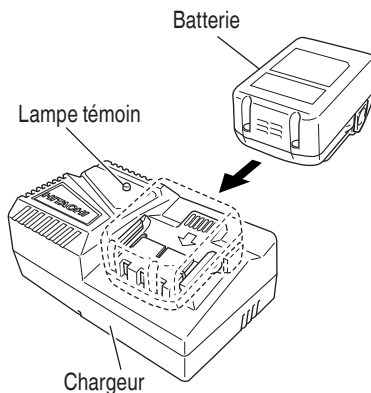

Fig. 5
2. Insérer la batterie dans le chargeur de batterie. Insérez fermement la batterie dans le chargeur, comme cela est indiqué dans la Fig. 5.